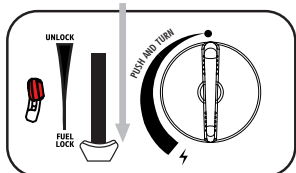
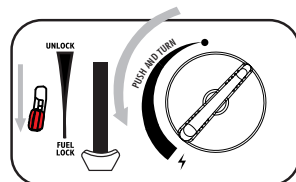

Abb.3
Abb.4
3. Drücken Sie den Patronenhebel (6) nach unten (Abb.3) und schließen Sie den Patronendeckel.
4. Wenn Sie ein „Zischen“ hören, ist die Patrone nicht richtig eingesetzt. Versuchen Sie nicht, das Gerät zu zünden, sondern stellen Sie den Hebel (6) auf „UNLOCK“ und wiederholen Sie die Schritte 1 - 4.
5. Drücken Sie den Gasdurchlasshebel (11) nach unten und drehen Sie dann den Bedienungs-/ Zündknopf (8) ganz in die Zündposition „⚡“, bis Sie ein Klickgeräusch hören (Abb.4). Halten Sie den Entriegelungshebel für einige Sekunden in dieser Position, um das Flammenschutz-Thermoelement